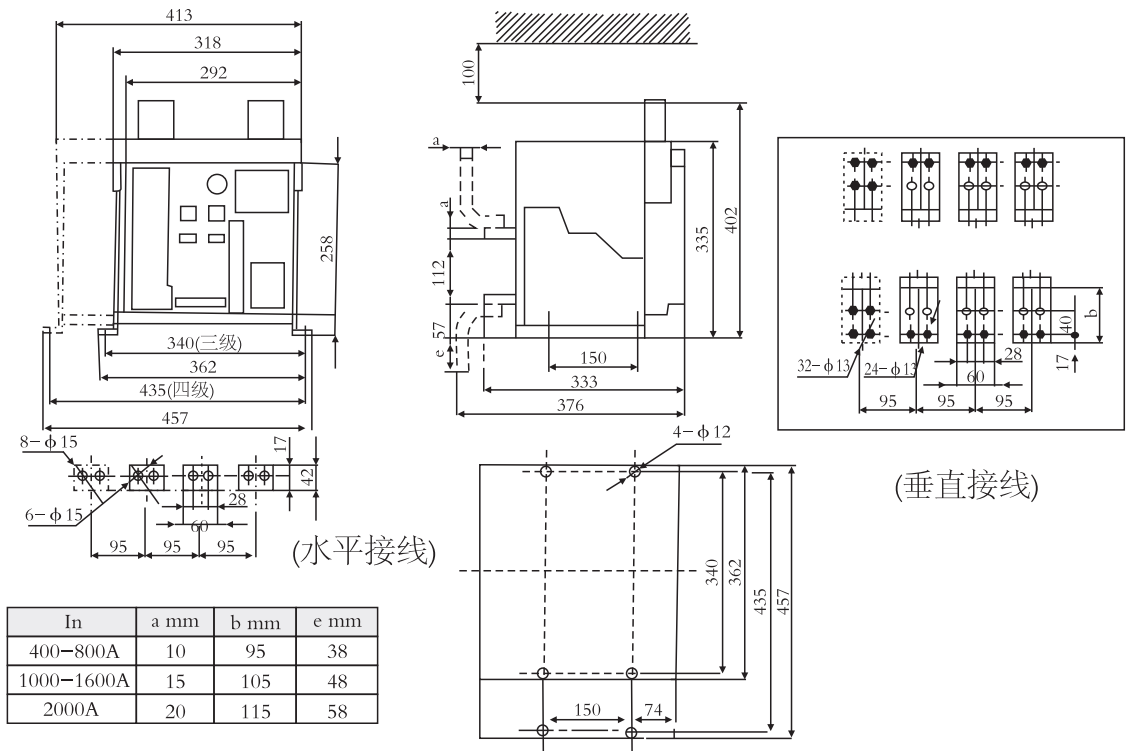

图8 固定式断路器安装尺寸及外形尺寸(Inm=2000A)
6.1固定式断路器安装尺寸，外形尺寸见图8、9、10、11。